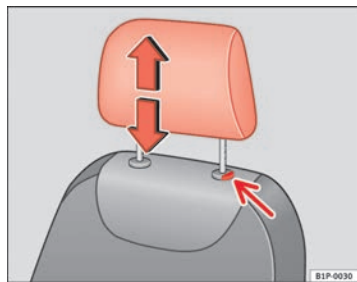

Abb. 89 Kopfstütze einstellen oder ausbauen
- Drücken Sie die Taste ⇒ Abb. 89 (Pfeil).